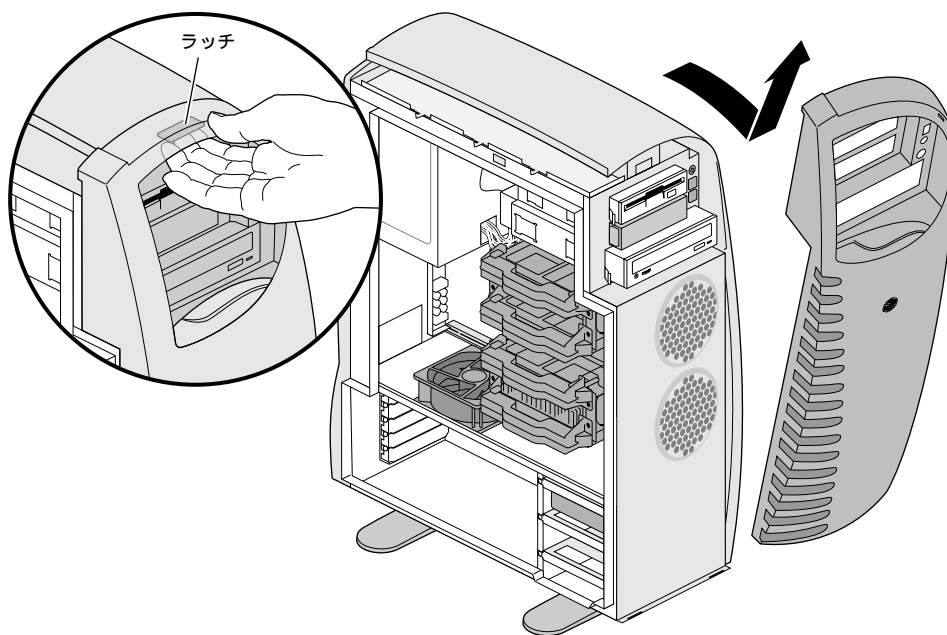

図 2-1 フロントカバーの取り外し方
2. システムを正面に向け、フロントカバーの内側の上部にあるラッチを押し上げ、カバーを手前に引きます (図 2-1)。